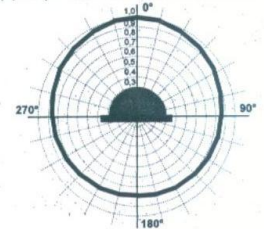

Рис.2 Схема подключения и диаграмма направленности оповещателя ПКИ-1.
5.1. Перед установкой необходимо проверить внешний вид оповещателя на наличие повреждений и проверить работоспособность следующим образом: подключить источник питания (типа Б5-7) к выводам оповещателя (рис.2), предварительно установив напряжение питания  $12 \pm 3$  В. При этом оповещатель должен выдать звуковой сигнал.
- 2.6. Диаграмма направленности звука на рис.2 (п.5.3)
5.3. На рис.2 показана схема подключения и диаграмма направленности звука оповещателя ПКИ-1.